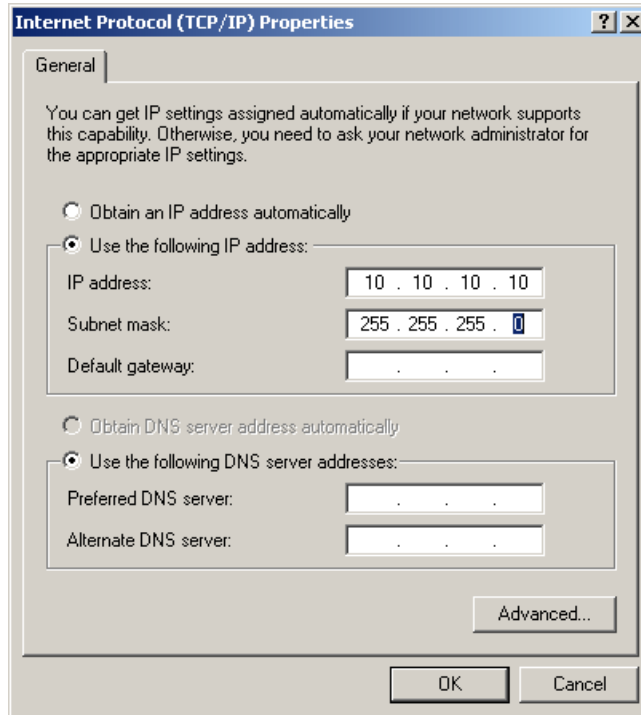

図 8-18 Internet Protocol (TCP/IP) Properties
3. 「Internet Protocol properties」 ウィンドウが開きます (図 8-18)。「Use the following IP address」の横にあるラジオ・ボタンを選択します。